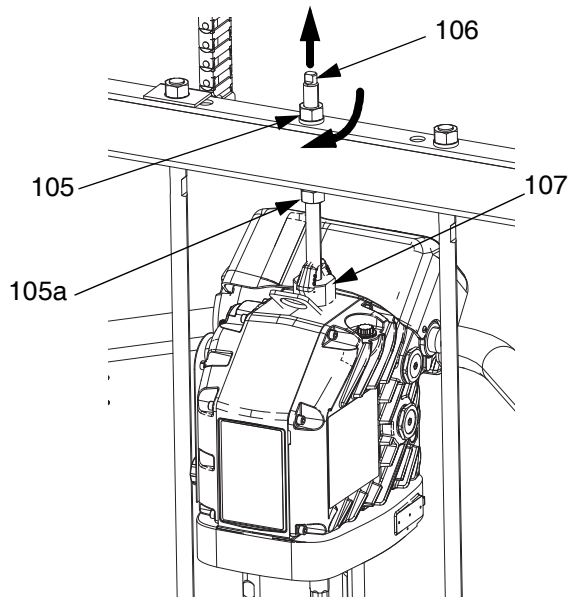

图 36
- 将活塞泵 (AC) 插在压盘 (AD) 上。按照第 45 页的连接压盘步骤操作。
- 连接驱动器 (AB):
- 用扳手转动柱塞横杠顶部的螺母 (105)，将驱动器 (AB) 降到活塞泵 (AC) 上。参见图 36 (第 46 页)。提起螺母 (105)，将其拧在柱塞横杠下面。在横杠下面，用最大 25 英尺-磅 (34 牛·米) 的扭力拧紧螺母 (105)。